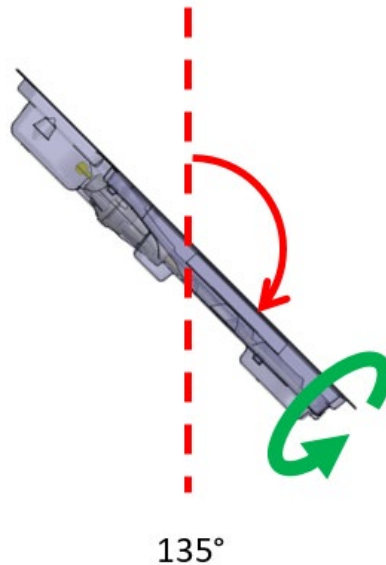

Figure 16 : UA incliné à 135 degrés
- e. Poursuivre le mouvement d'inclinaison de l'UA à 135 degrés et répéter le cycle de rotation décrit à l'étape précédente (Figure 16).